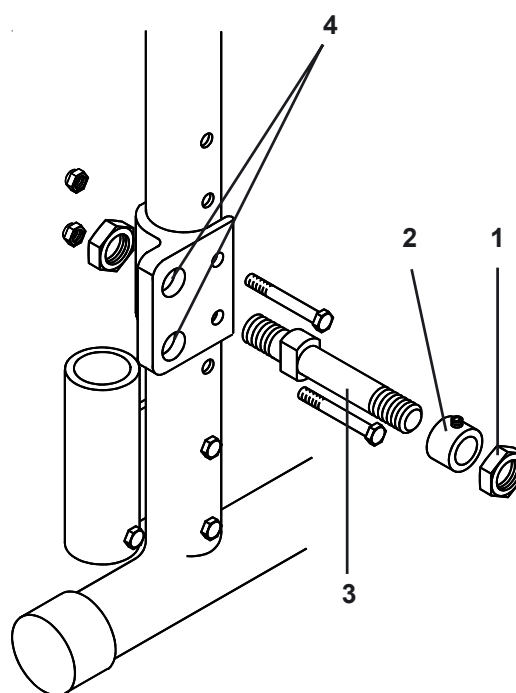

Fig. 38
Alin d'ajuster la hauteur d'assise (Fig. 38) ôter la roue arrière, puis l'axe. Positionner l'axe comme désiré (4) dans la plaque d'axe. Reserrer l'axe (81 Nm) remettre la roue, l'entretoise et l'écrou.